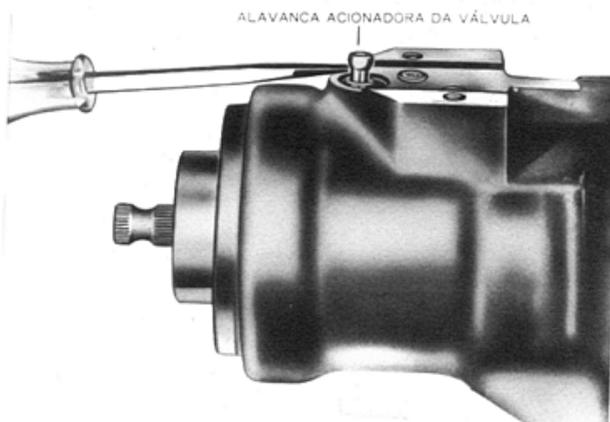

Fig. 9 — Remoção da alavanca acionadora da válvula
- Remover a alavanca de articulação e a mola da válvula. Usar como alavanca uma chave de fenda colocada debaixo da cabeça esférica (fig. 9)